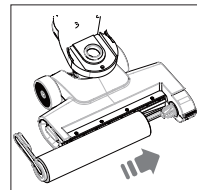

Abb. 16 – Mikrofaserrolle einsetzen
- ▶ Setzen Sie den Mikrofaserrolle mit der rechten Seite zuerst auf die Walzenaufnahme. Drehen Sie die Verriegelungsglasche so, dass Sie die Verriegelungsglasche in die Aussparung im Reinigungsfuß einrasten kann (**siehe Abb. 16**).